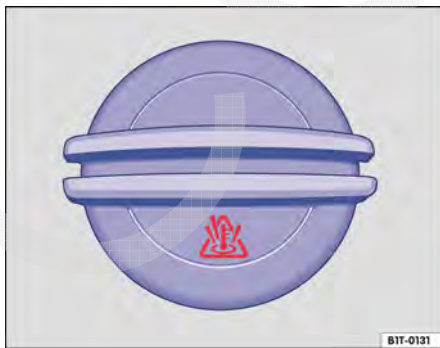

Fig. 260 No compartimento do motor: tampa do reservatório de expansão do líquido de arrefecimento do motor.
- O reservatório de água dos lavadores do para-brisa pode ser reconhecido pelo símbolo  na tampa → Fig. 260.